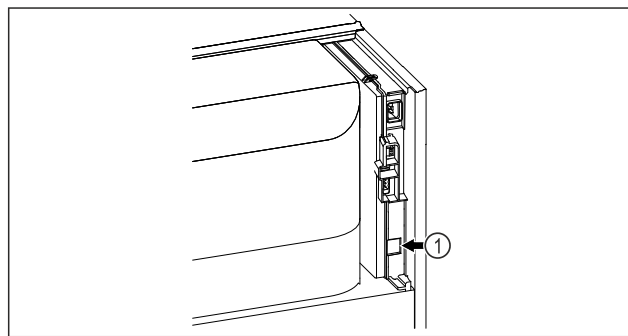

Fig. 99
- ☐ SmartModule Fig. 99 (1) er indsat.